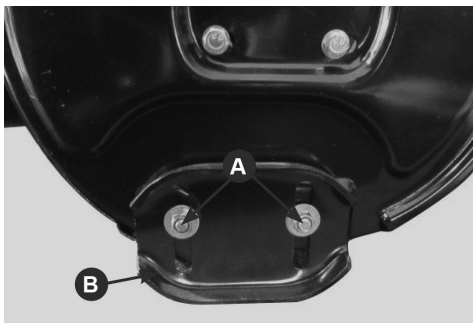

Рис.21 Регулировка высоты забора снега
- Ослабьте гайки крепления полозков (А), Рис.21) и установите полозки (В) на необходимую высоту. Снова затяните гайки.